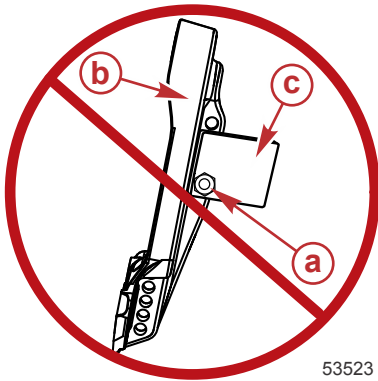

Figura 3
2. No acoplar ningún accesorio a la embarcación utilizando la tornillería de montaje del motor. Consultar la Figura 3.